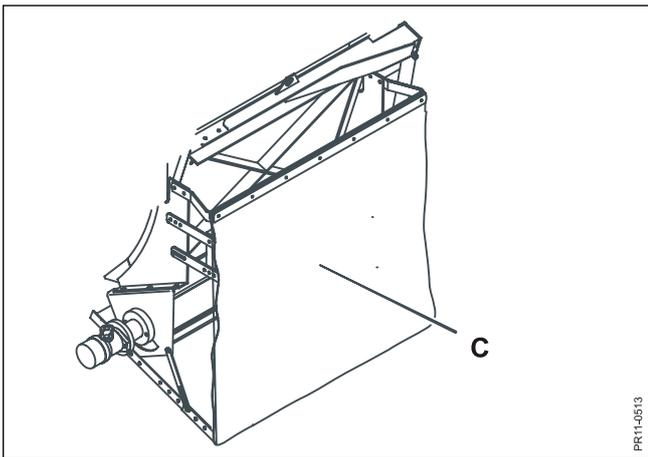

Fig. 5.7
**Fig. 5.7** **Siempre** dejar la cortina de caucho (C) abajo, cuando los animales tienen acceso a la máquina. Ella también sirve para regular el flujo de forraje, que no puede caer más allá de lo previsto.